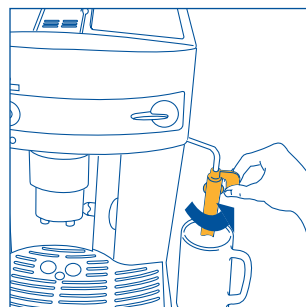
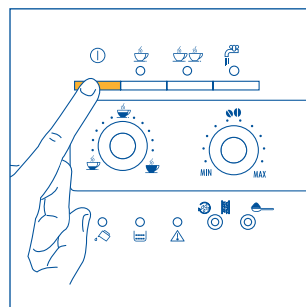
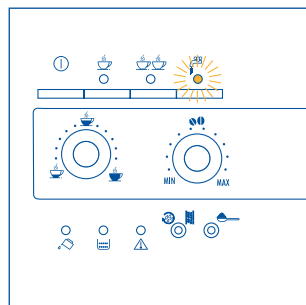

Fig. 3
Fig. 4
Fig.22
2. Spostare il cappuccinatore verso l'esterno, posizionarvi sotto una tazza (fig. 3) e accendere la macchina premendo il tasto ① (fig. 4).
- Ruotare il cappuccinatore verso l'esterno della macchina (fig. 3).
- Posizionare un contenitore sotto il cappuccinatore (fig. 3).
- Posizionare un contenitore vuoto sotto il cappuccinatore (fig. 3). Ruotare la manopola vapore di mezzo giro in senso antiorario fino a fine corsa (la spia ☀ si accende in modo lampeggiante, fig. 22). Far defluire per qualche secondo l'acqua mista a vapore finché esce solo il vapore.